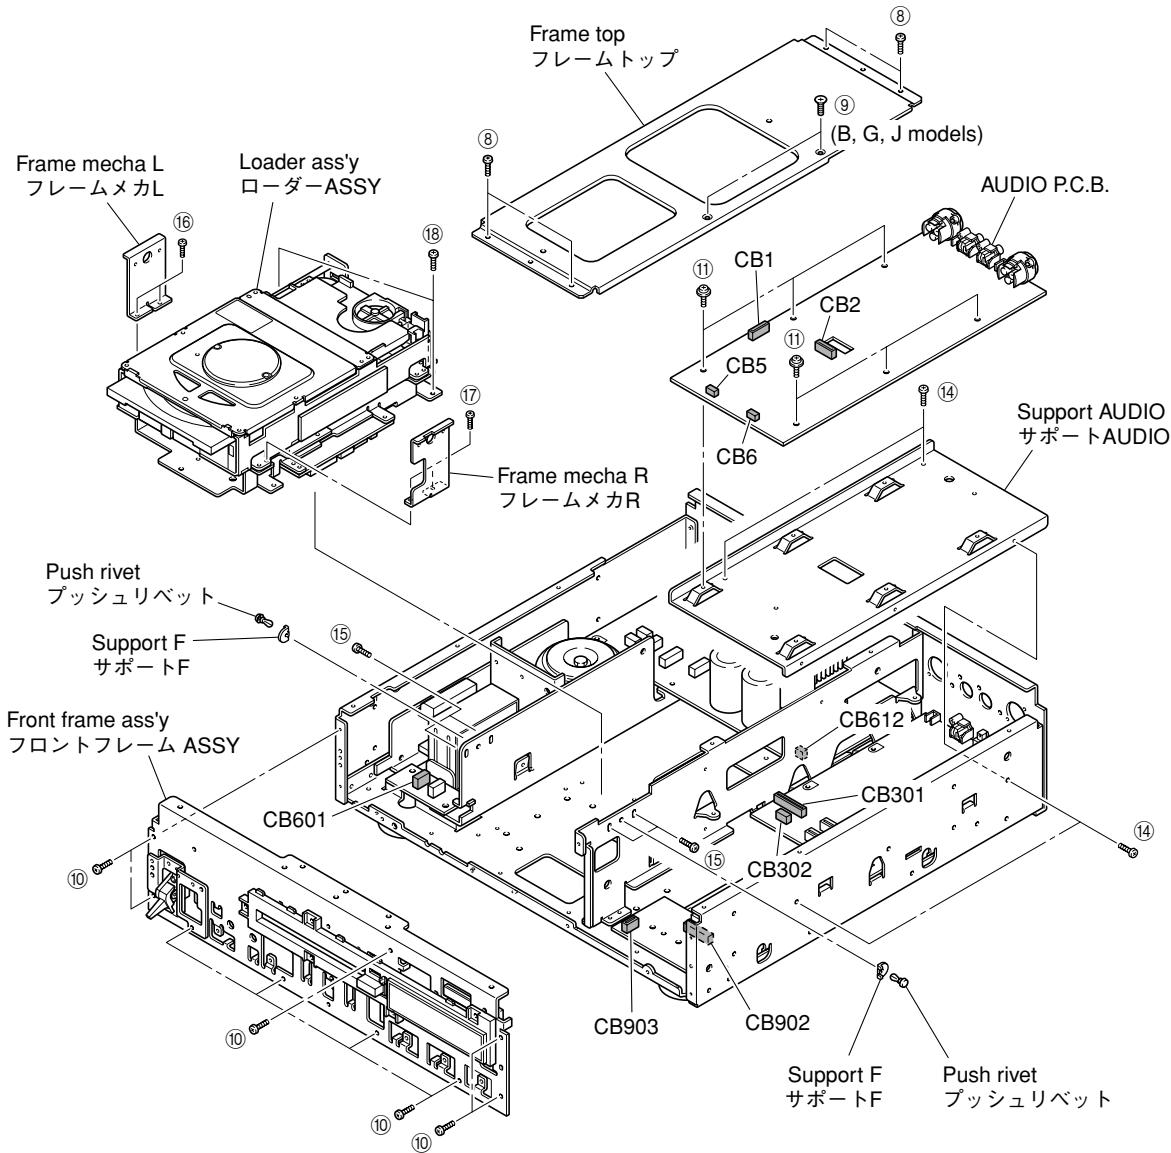

Fig. 4
- Remove 4 screws (⑧), 2 screws (⑨) (B, G models) and then remove the frame top. (Fig. 4)
- Remove 9 screws (⑩). (Fig. 4)
- Remove CB601 and CB902. (Fig. 4)
- Remove the front frame ass'y. (Fig. 4)
- Remove 6 screws (⑪). (Fig. 4)
- Remove CB1-2 and CB5-6. (Fig. 4)
- Lift the front of AUDIO P.C.B. and then remove it. (Fig. 4)
- ⑧のネジ4本、⑨のネジ2本を取り外します。 (Fig. 4)
- ⑩のネジ9本を取り外します。 (Fig. 4)
- CB601、CB902を取り外します。 (Fig. 4)
- フロントフレームASSYを取り外します。 (Fig. 4)
- ⑪のネジ6本を取り外します。 (Fig. 4)
- CB1-2、CB5-6を取り外します。 (Fig. 4)
- AUDIO P.C.B.の前方を持ち上げ、取り外します。 (Fig. 4)
- Remove 4 screws (⑯) and then remove the support audio. (Fig. 4)
- Remove CB301-302, CB612 and CB903. (Fig. 4)
- Remove 4 screws (⑰). (Fig. 4)
- Remove push rivet and then remove the support F. (Fig. 4)
- Remove 2 screws (⑯) and then the frame mecha L. (Fig. 4)
- Remove 2 screws (⑰) and then remove the frame mecha R. (Fig. 4)
- Remove 2 screws (⑯) and then remove the loader ass'y. (Fig. 4)
- ⑯のネジ4本を外し、サポートAUDIOを取り外します。 (Fig. 4)
- CB301-302、CB612、CB903を外します。 (Fig. 4)
- ⑰のネジ4本を外します。 (Fig. 4)
- ブッシュリベットを外し、サポートFを取り外します。 (Fig. 4)
- ⑯のネジ2本を外し、フレームメカLを取り外します。 (Fig. 4)
- ⑰のネジ2本を外し、フレームメカRを取り外します。 (Fig. 4)
- ⑯のネジ2本を外し、ローダーASSYを取り外します。 (Fig. 4)